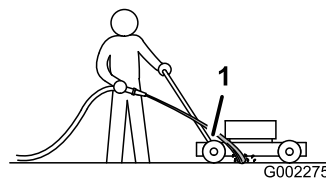

Figura 34
3. Tenete il flessibile da giardino all'altezza della stegola e indirizzate il getto per terra, davanti alla ruota posteriore destra (Figura 34).